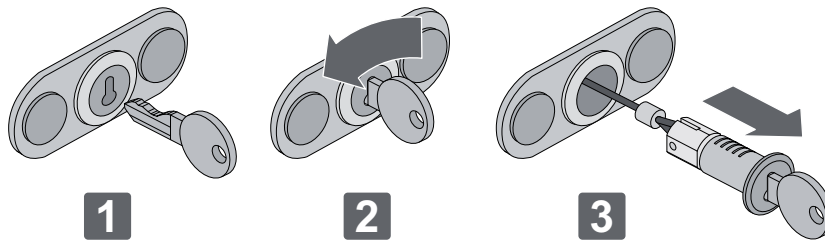

Fig. 3
- **Déverrouillage à câble externe avec clé ASB1 (fig. 3):**